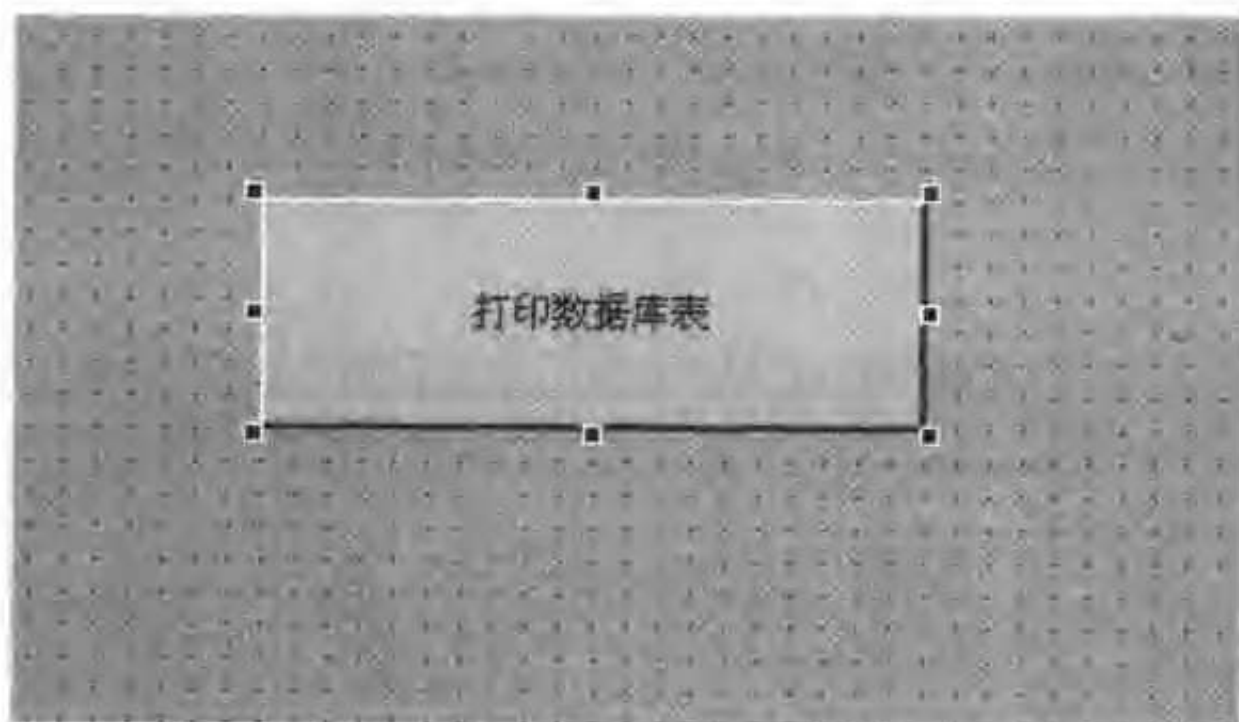

图 9-27 在图形编辑器中组态一个按钮
- 打开图形编辑器,在目标画面中组态一个按钮,如图 9-27 所示。